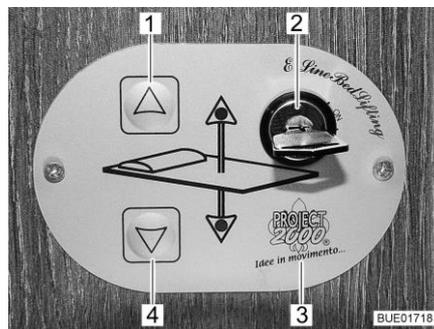
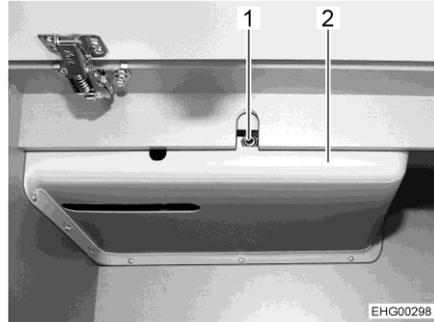

Fig. 143 Unité de commande
Fig. 147 Accès à l'entraînement
Les touches (Fig. 143,1 et 4) sur l'unité de commande (Fig. 143,3) permettent d'abaisser ou de relever le lit escamotable. L'interrupteur à clé (Fig. 143,2) permet de protéger l'unité de commande contre toute utilisation non autorisée.
- Tourner la clé de 90° dans le sens des aiguilles d'une montre dans l'interrupteur à clé (Fig. 143,2). L'unité de commande (Fig. 143,3) est activée.
- Appuyer sur la touche fléchée (Fig. 143,4) et la maintenir pressée jusqu'à ce que le lit escamotable ait atteint la position désirée vers le bas.
- Appuyer sur la touche fléchée (Fig. 143,1) et la maintenir pressée jusqu'à ce que le lit escamotable ait atteint sa position finale supérieure.
S'il n'est plus possible de déplacer le lit escamotable avec les touches fléchées (Fig. 143,1 et 4), contrôler d'abord le fusible derrière l'habillage (Fig. 147,2) (voir paragraphe 9.10.1). Si le fusible n'est pas défectueux mais qu'il n'est toujours pas possible de déplacer le lit escamotable, y procéder manuellement.
- Insérer la manivelle ou la clé mâle coudée pour vis à six pans creux dans la réception sur le moteur (Fig. 147,1).